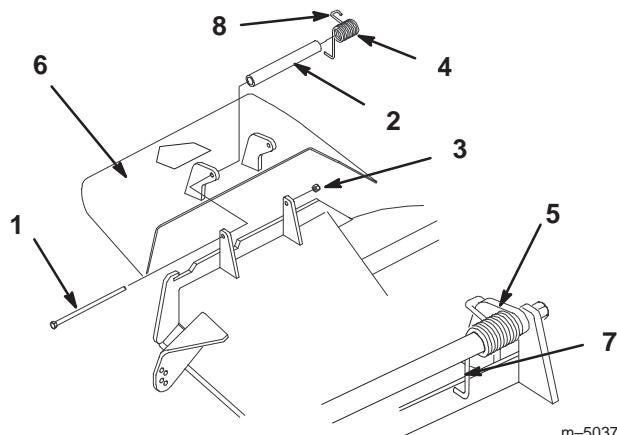

Figure 72
- Retirez le contre-écrou, le boulon, le ressort et l'entretoise qui fixent le déflecteur aux supports de pivot (Fig. 72). Enlevez le déflecteur s'il est endommagé ou usé.
Remarque : Prenez soin de placer l'extrémité en **L** du ressort derrière le bord du plateau avant de mettre le boulon en place, comme indiqué à la Figure 72.
- Remettez le boulon et l'écrou. Accrochez l'extrémité crochue en **J** du ressort au déflecteur d'herbe (Fig. 72).